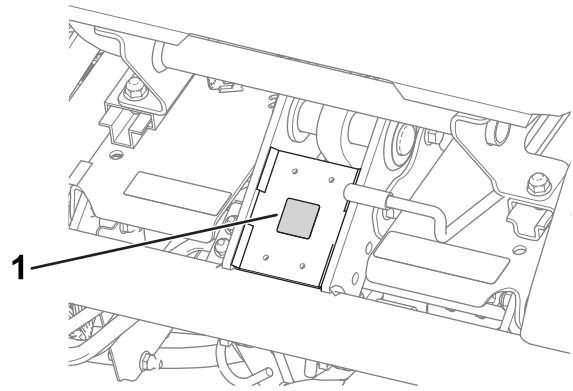

Figura 10
- Applicare l'adesivo di marcatura CE sul telaio sotto la parte anteriore del sedile (Figura 10).